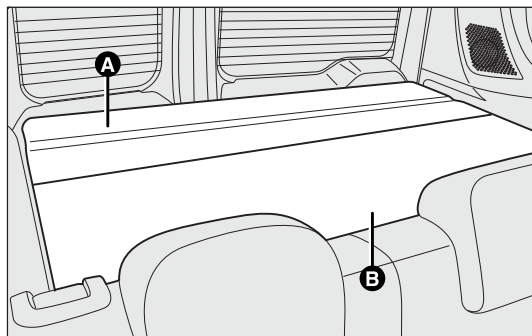
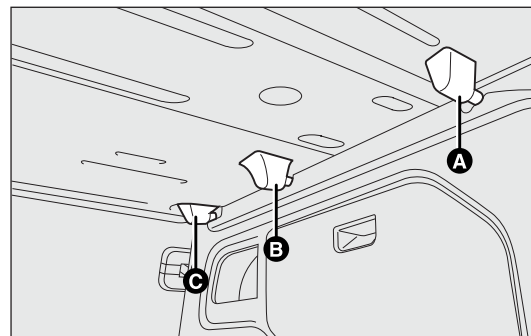

рис. 87
рис. 88
- откройте задние распашные двери, поднимите переднюю часть А- рис. 87, отсоединив штифт А- рис. 88 из гнезда
- поднимите заднюю часть В- рис. 87, отсоединив штифты В и С- рис. 88 из гнезд.